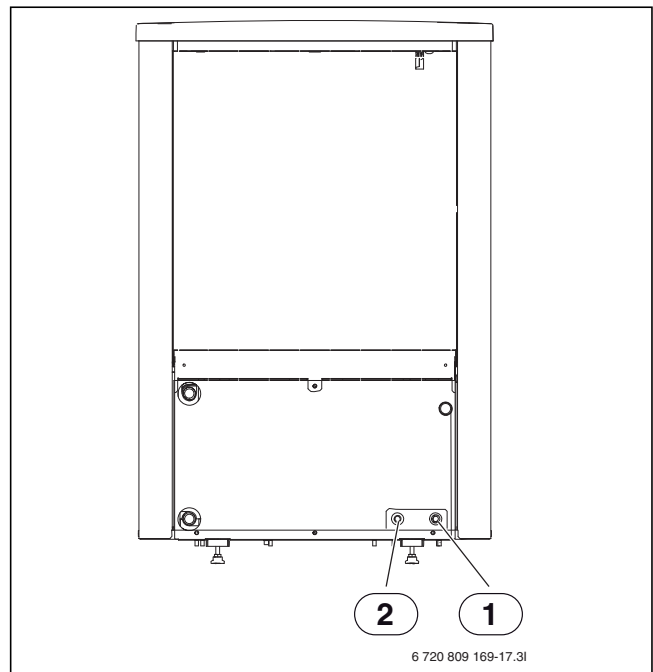

Fig. 17 Canale passacavi sul lato posteriore della pompa di calore
- ▶ Inserire il cavo di collegamento nel canale passacavi (→ [1] e [2], fig. 17 e 18). All'occorrenza usare molle di trazione.